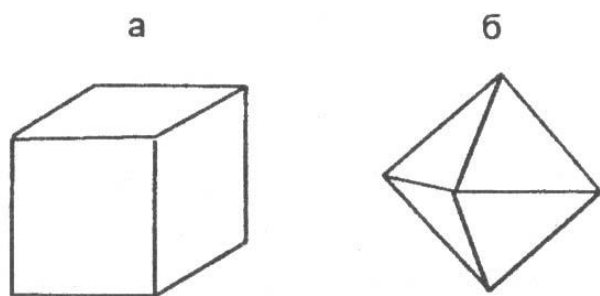

Рис. 2. Изометричные формы кристаллов:
*Изометричные* – формы, имеющие близкие размеры во всех направлениях. Примером могут служить кубы пирита, галенита, октаэдры магнетита, ромбоэдры кальцита и др. (рис. 2).